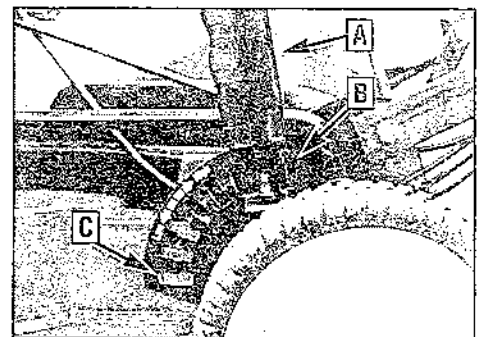

Figure 4-5: Réglage de la hauteur de coupe.
- a. Pour régler la hauteur de coupe, tirez le levier de hauteur de coupe (A, Figure 4-5) à l'opposé de la tondeuse pour libérer la patte de la fente. Tenez fermement le levier pour empêcher le capot de la tondeuse de descendre brusquement.
- b. Tout en tirant le levier loin de la tondeuse, déplacez le levier vers l'arrière de la tondeuse (B, Figure 4-5) pour une coupe plus haute ou vers l'avant de la tondeuse (C) pour une coupe plus basse.